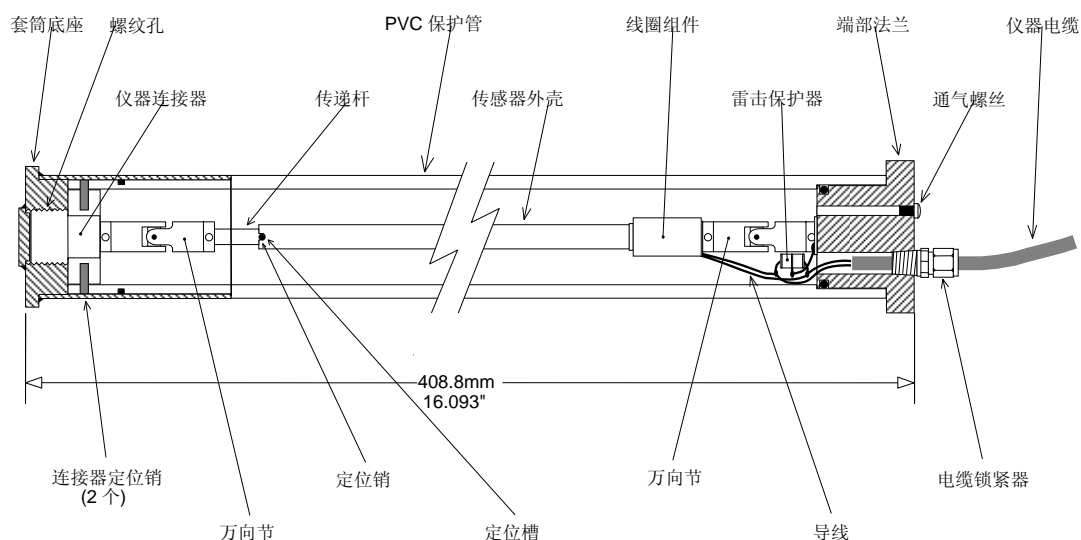

图 1 - 4400 型振弦埋入式测缝计
2. 把测缝计放进套筒底座之前，应保证连接头的定位销销钉落入传感器塑料保护管的定位槽内，见图 1。
3. 从电缆端法兰盘上卸下密封通气螺丝，见图 1。